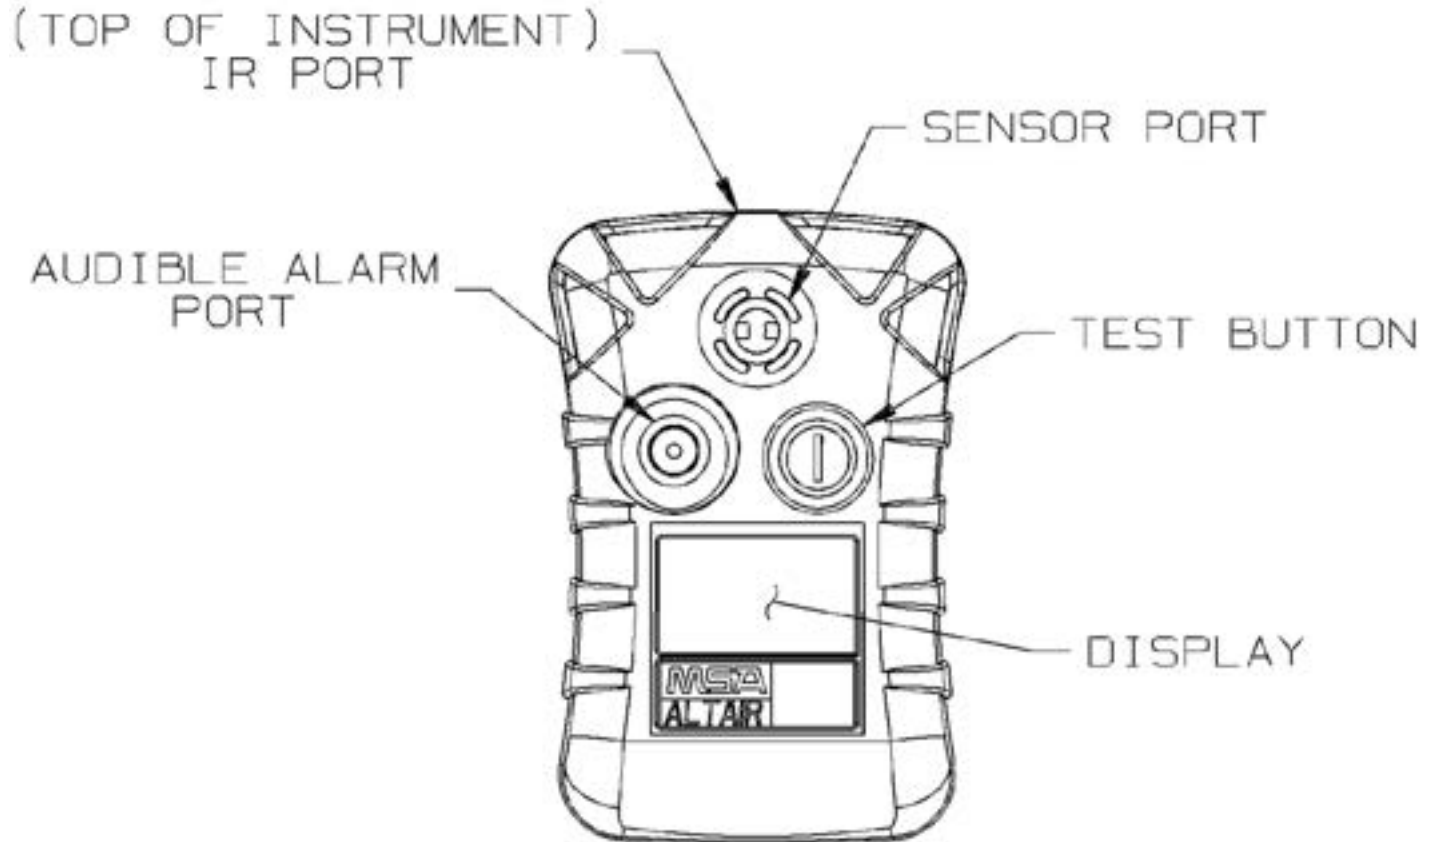

Figure 1 Vue d'ensemble de l'Altair
2.3 Alarmes Altair**Mesures des gaz toxiques** (voir la Figure 1)